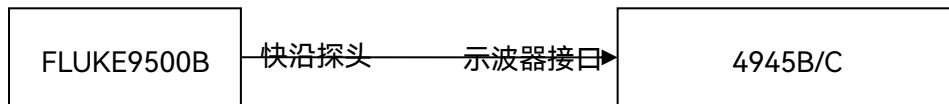

图 7.16 示波器输入特性测试
- (1) 如图 7.16 用快沿探头连接示波器校准器与 4945B/C 的示波输入 1 接口；设置 4945B/C 为示波器模式，示波器通道 1 开；
- (2) 设置示波器校准器为电阻测量功能；将阻抗测量值记入表格 A.1 相应空格处；
- (3) 如图 7.16 用快沿探头连接示波器校准器与 4945B/C 的示波输入 2 接口；设置 4945B/C 示波器通道 2 开，重复步骤(2)；
- (4) 阻抗实测值在表格 A.1 所示范围内，则示波器输入阻抗合格。